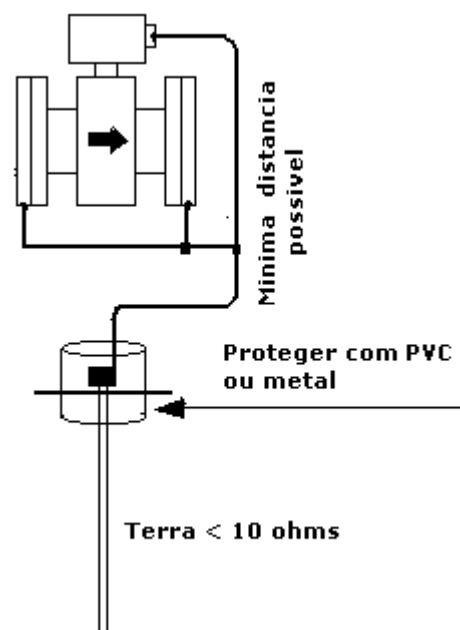

Figura 16
- No conversor, aterre o terminal terra do bloco terminal ou o terminal terra da caixa (invólucro). O terminal terra e o terminal terra da caixa são mutuamente conectados na unidade (**Figura 16**);